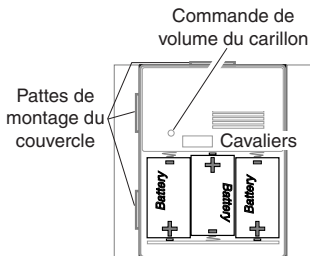

Figure 2
- 2. Installez 3 piles alcalines « D » (R20).** Prenez soin d'orienter les piles correctement (voir Figure 2).
5. Remettez les piles en place (voir Figure 2). Remplacez le couvercle du carillon sur le socle.